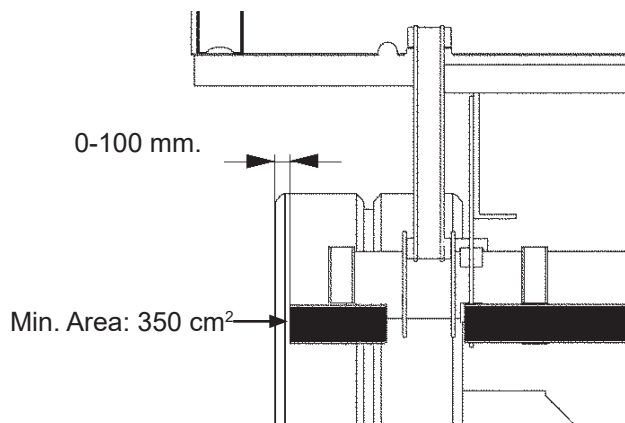

Bild 29. Lagstadgade mått
- Avståndet i sidled mellan underkörningsskyddet och bakgavellyftens rörliga delar får inte vara större än 25 mm. Se bild 29.